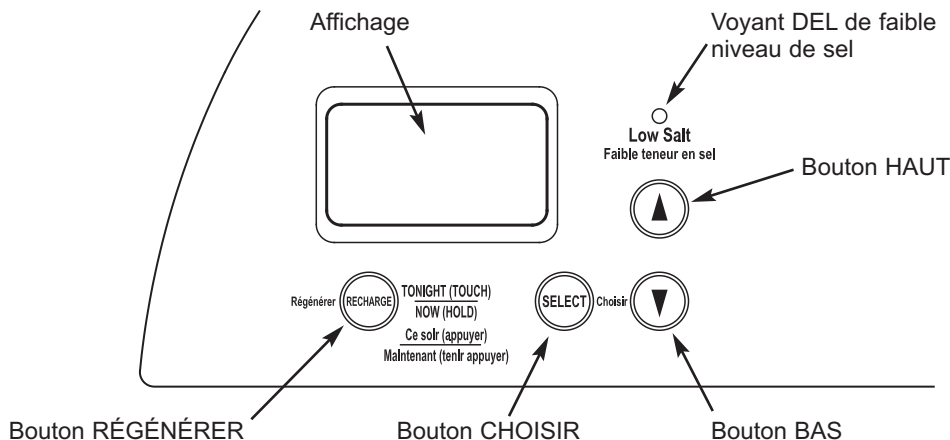

FIG. 16
5. Amorcez la régénération en appuyant le bouton **RÉGÉNÉRER** pendant 3 secondes (voir la figure 16 à la page 12). Le moteur de la soupape se met en marche et la soupape avance en position « Remplir ».